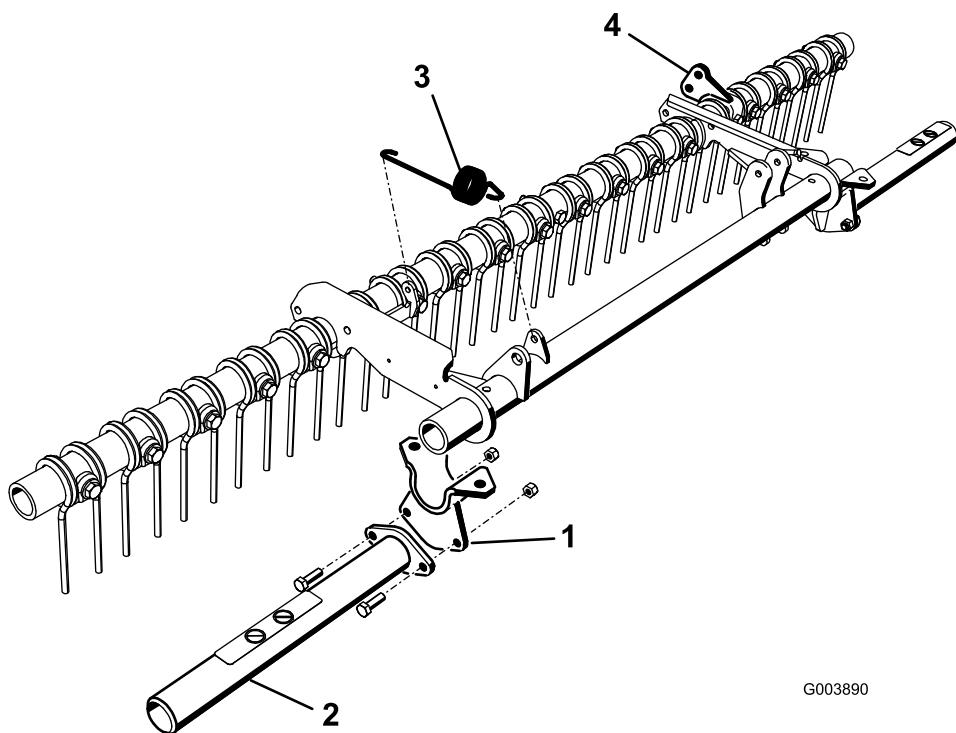

図 2
- ピボット・チューブ・ブラケットに代えて、サドル・ブラケットを取り付け、先ほど外したボルトとナットでフレームに固定する(図2)。
- ボルト2本とナットを使って、各サドル・ブラケットの外側にガードを取り付ける(図2)。ガードは、ステッカーが見えるように取り付ける。
- エクステンション・スプリング(キット付属品)の短い方の端をピボット・チューブのタブに引っ掛ける(図2)。
- ピボット・ブラケットとボルト(3/8 x 2-3/4 in)が付いていない場合には、これらをツールバーの左側、4番目と5番目のタインの間に取り付ける(図2)。
9. 終了したら、エクステンション・スプリングの長い方の端をツールバーのスプリング・ブラケットのタブに引っ掛ける（図 2）。